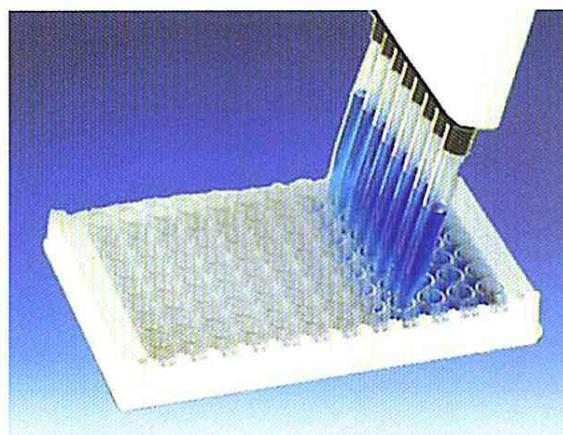

Рис. 12. Многократный набор жидкости из лунок планшета.
Используется как метод промывки планшет. Выбирается объем и количество наборов жидкости и жидкость последовательно забирается и затем происходит сброс суммарного объема (см. рис. 12). В дозаторах Sartorius такой режим обозначается как (SA).